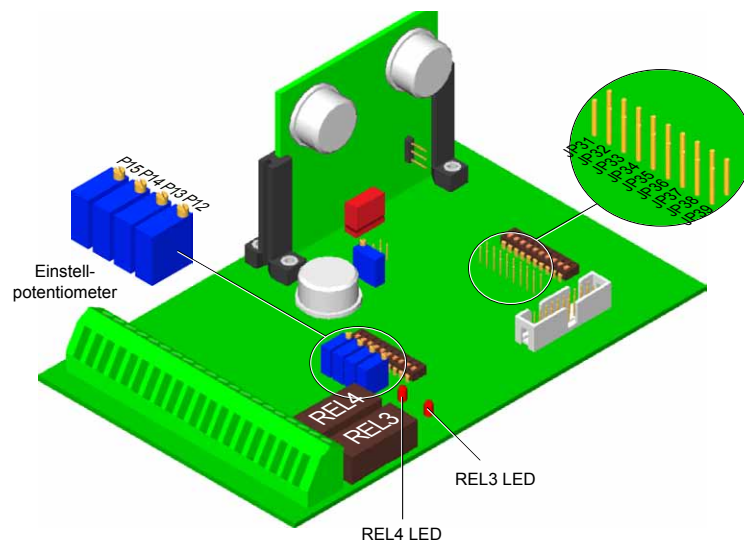

Bild 3–4 Position der Dioden der Relais REL3 und REL4 und der Einstellpotentiometer
3. Das Potentiometer P12 langsam bis zum Aufleuchten der REL3-Diode drehen. *Bild 3–4* zeigt, wo sich die Potentiometer P12 bis P15 und die LED auf der gedruckten Schaltung des Lastmessverstärkers befinden.
3. Das Potentiometer P14 langsam bis zum Aufleuchten der REL4-Diode drehen. *Bild 3–4* zeigt, wo sich die Potentiometer P12 bis P15 und die LED auf der gedruckten Schaltung des Lastmessverstärkers befinden.